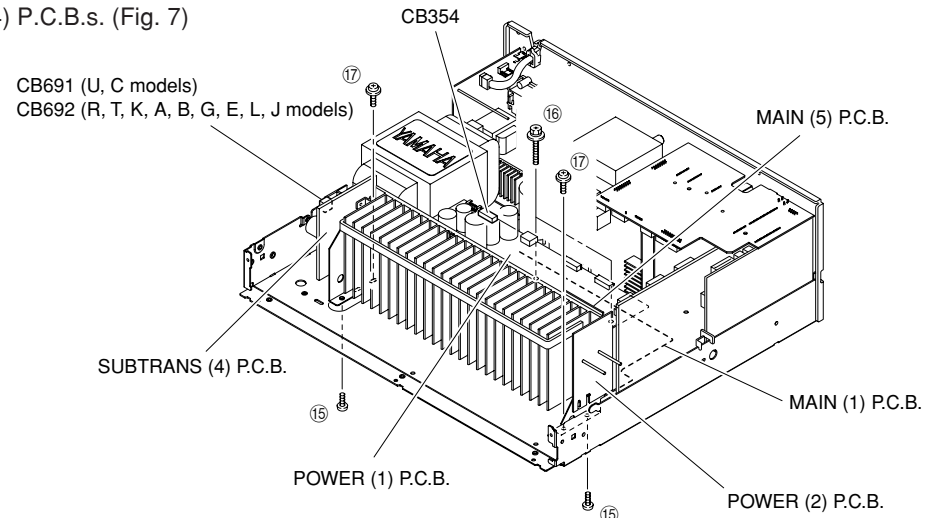

Fig. 7
**7. Removal of MAIN (1), (5), POWER (1), (2) and SUBTRANS (4) P.C.B.s**
- a. Remove connector CB354 CB691 (U, C models)/CB692 (R, T, K, A, B, G, E, L, J models). (Fig. 7)
- b. Remove 2 screws (15). (Fig. 7)
- \* Arrow marks (→) are printed to identify the screws (15) to be removed.
- c. Remove 2 screws (16) and 2 screws (17). (Fig. 7)
- d. Remove the MAIN (1), (5), POWER (1), (2) and SUBTRANS (4) P.C.B.s. (Fig. 7)
**7. MAIN(1)、(5)、POWER(1)、(2)、SUBTRANS(4) P.C.B.の外し方**
- a. CB354、CB692を外します。(Fig. 7)
- b. 15のネジ2本を外します。(Fig. 7)
- c. 16のネジ2本、17のネジ2本を外します。(Fig. 7)
- d. MAIN(1)、(5)、POWER(1)、(2)、SUBTRANS(4) P.C.B.を取り外します。(Fig. 7)